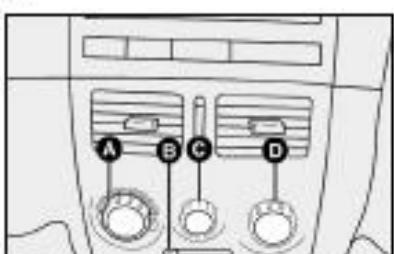

fig. 41
COMANDOS fig. 41
1) Seletor para a temperatura do ar A-fig. 41 totalmente posicionado à esquerda.
2) Seletor do ventilador C-fig. 41 posicionado na velocidade máxima.
3) Seletor de distribuição do ar D-fig. 41 apontado para ; controlar para que todas as saídas de ar estejam totalmente abertas.
4) Ligar o ar-condicionado apertando o seletor C-fig. 41.
O ar-condicionado é muito útil para acelerar o desembacamento, pois desumidifica o ar. É suficiente regular os comandos para a função de desembacamento e ativar o condicionador, apertando o seletor C-fig. 41.
1) Condicionador de ar ligado: seletor C-fig. 41.